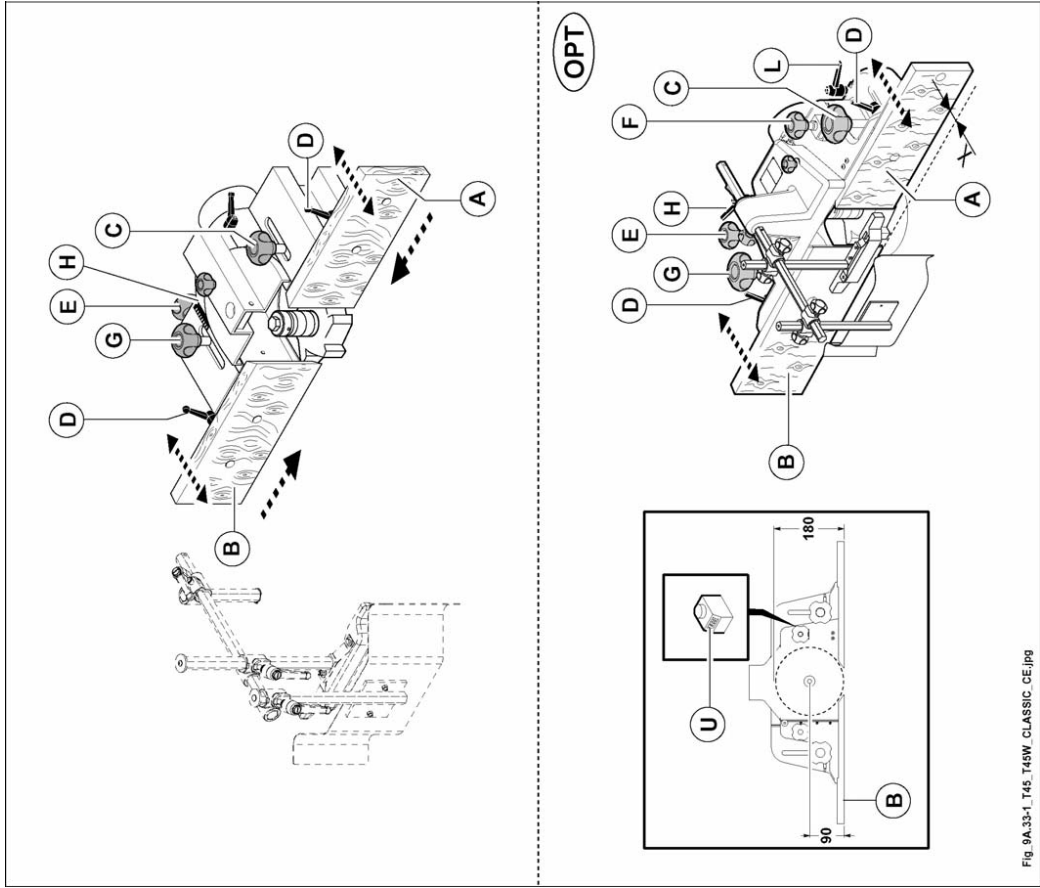

Abb. 9.33-1
Gleichzeitige Einstellung der Führungen A und B (Abb. 9.33-1).
- Die Führung (A Abb. 9.33-1) mit dem Knauf (E Abb. 9.33-1) einstellen, nachdem der Knauf (C Abb. 9.33-1) gelöst worden ist.
- Die Führung (B Abb. 9.33-1) mit dem Knauf (E Abb. 9.33-1) einstellen, nachdem der Knauf (G Abb. 9.33-1) gelöst worden ist.
- Anschlaglineale (A und B Abb.9.33-1)sollen möglichst nahe dem Werkzeug (rund 2-3 mm)sein. Die Durchführung dieser Einstellung erfolgt durch die zwei Griffe (D Abb.9.33-1) hinter den betreffenden Anschlaglinealen.
Die Verschiebung zwischen den beiden Tischen auf der Anzeige (H Abb. 9.33-1) einstellen. Wenn die Anzeige auf "0" steht, sind die beiden Führungen miteinander ausgerichtet.
- Nach der Einstellung die Knäufe C und G (Abb. 9.33-1) anziehen.
- Der Hebel H und der Knauf E müssen festgestellt sein (Abb. 9.33-1).
- Die Knöpfe G und C und den Hebel L lösen (Abb. 9.33-1).
- Die Führungen mit dem Knauf F einstellen (Abb. 9.33-1).
Der an der Anzeige (U Abb. 9.33-1) angezeigte Wert entspricht dem Abstand der Fräswellenachse zur Tafel (B Abb. 9.33-1). Liegt das Werkzeug an der Tafel (B Abb. 9.33-1) plan an, stimmt dieses Maß mit seinem Radius überein.
- Nach ausgeführter Einstellung die Knöpfe C und G sowie den Hebel L wieder festziehen (Abb. 9.33-1).